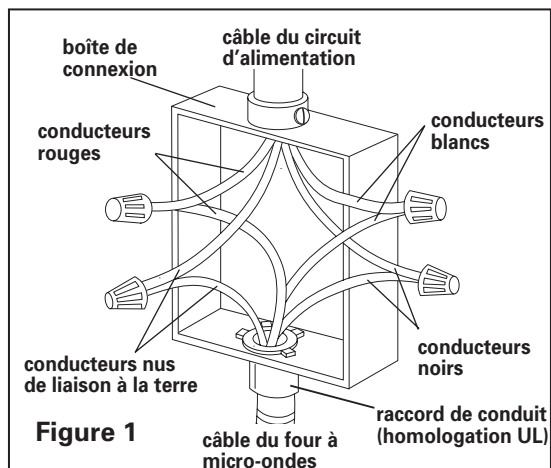

Figure 1
8. Connecter le conducteur blanc du câble de l'appareil au conducteur neutre (blanc) dans la boîte de connexion. Voir Figure 1.
9. Connecter le conducteur nu de liaison à la terre du câble de l'appareil à un conducteur relié à la terre dans la boîte de connexion. **Ne pas connecter le conducteur nu de liaison à la terre au conducteur neutre (blanc) dans la boîte de connexion.** Voir Figure 1.